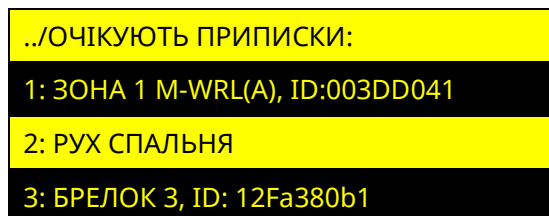

Рисунок 4.14 – Вікно відображення елементів, які очікують приписки
В пункті «ПРИПИСКА» розділу «БЕЗПРОВІДНІ КОМПОНЕНТИ», відображається список зон модуля M-WRL(A) до яких не приписані безпроводні сповіщувачі а також брелки, до яких не приписані SpaceControl (рисунок 4.14).